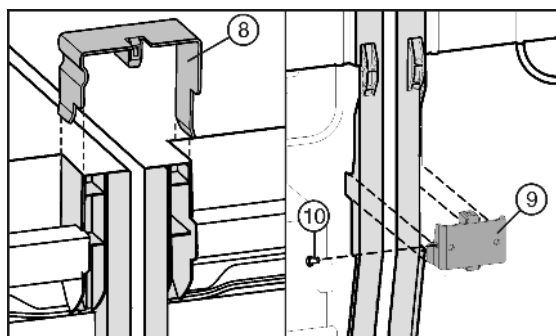

Fig. 7
- ▶ Sæt forbindesklemmen Fig. 7 (8) oppe på de midterste sidevægge.
- ▶ Sæt forbindelsesvinkelen Fig. 7 (9) foruden i den passende udsparring.
- ▶ Hvis forbindelsesvinkelen sidder en smule løst, så monter en skrue Fig. 7 (10).